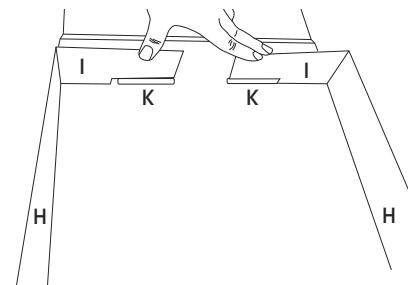

Figure 10
2. Sur un des côtés du couvercle, pliez les côtés (I) sur les fentes (K). (Voir Figure 10)